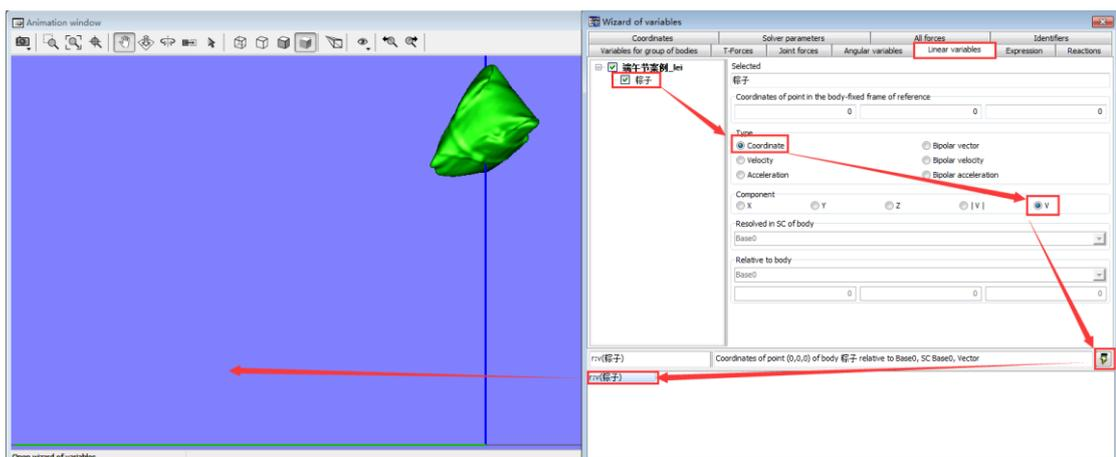

图 009-2 轨迹创建
1、轨迹矢量图绘制：打开变量向导，选择 **Linear variables**，左侧选择粽子，Type 选择 **Coordinate**，Component 选择 **V**，创建变量，拖动到动画窗口中，如图 009-2。